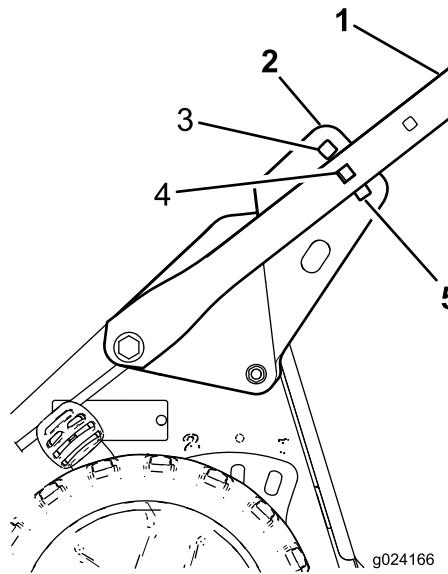

Figura 4
- Sítuese detrás de la máquina en la posición normal del operador para determinar la altura del manillar que le sea más cómoda (Figura 4).